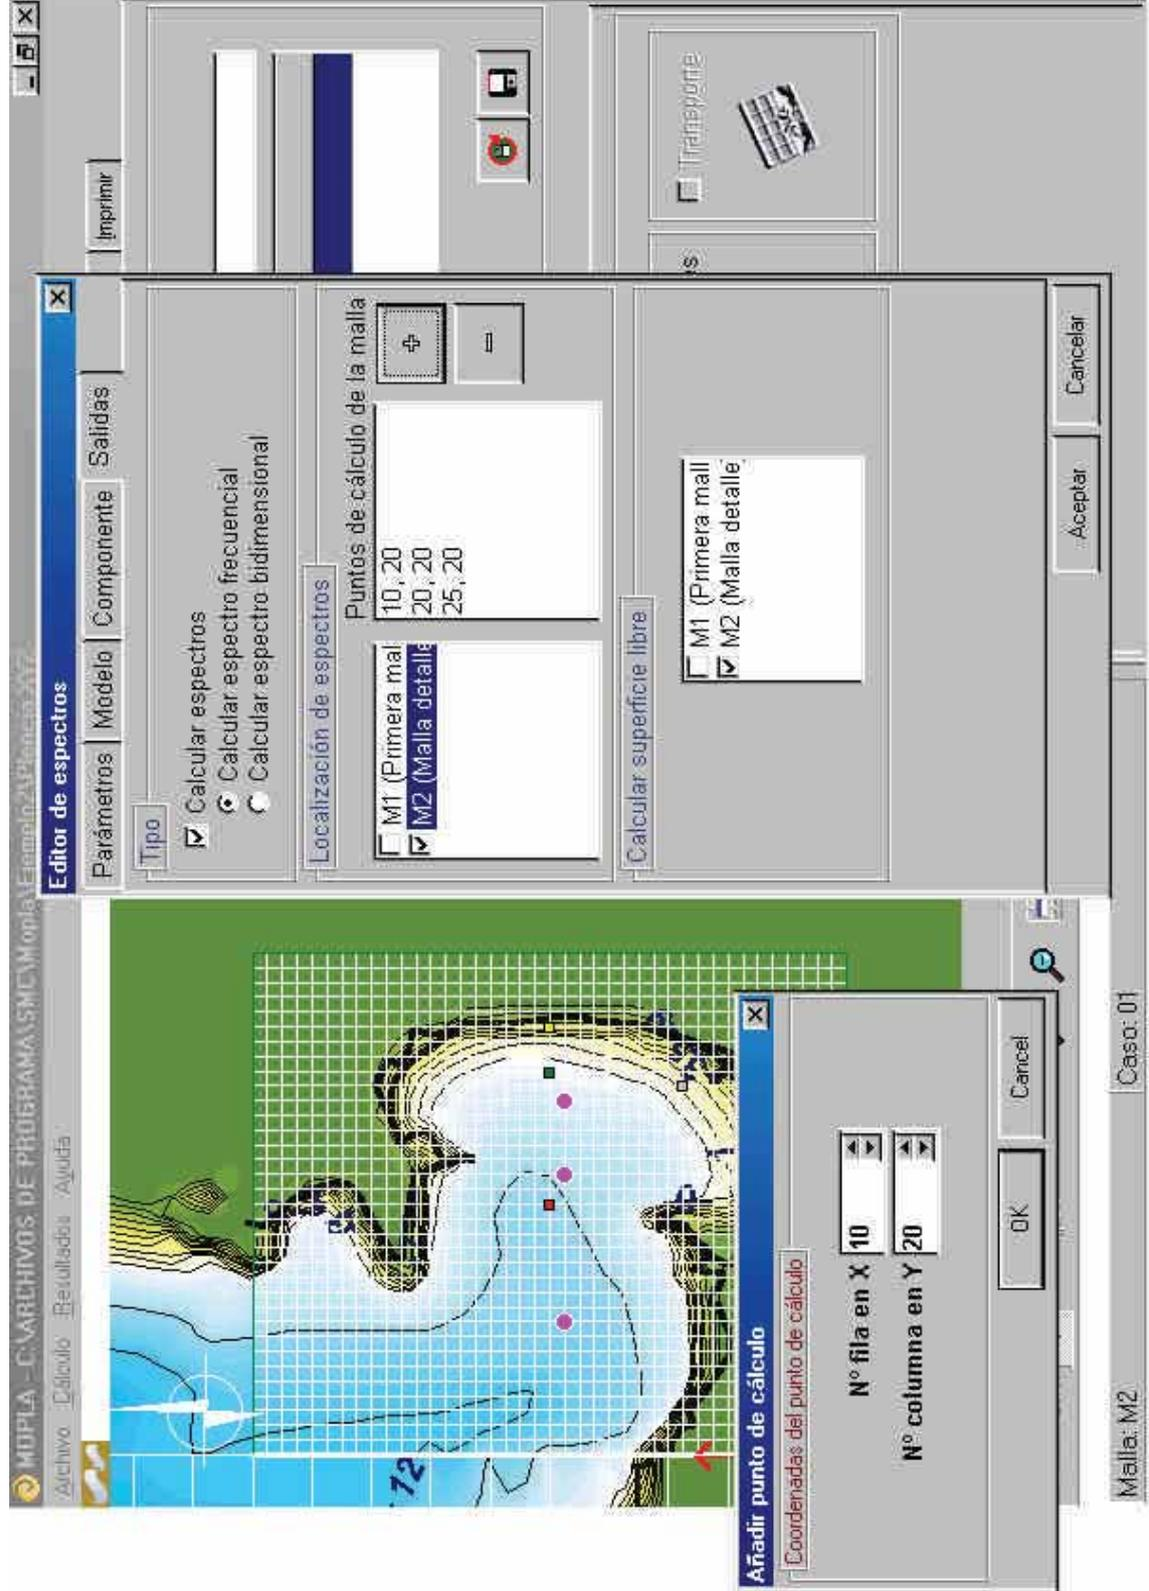

Figura 5.64
- SUBPÁGINA DE *Salidas* (ver figura 5.64). En esta subpágina se permite la opción de definir espectros de salida (frecuencial y direccional) en diferentes puntos del dominio, junto con el cálculo de la superficie libre.